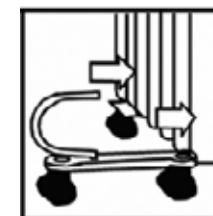

Fig. 2
3. Instale este conjunto en la parte inferior del aparato (Figs. 2, 3).